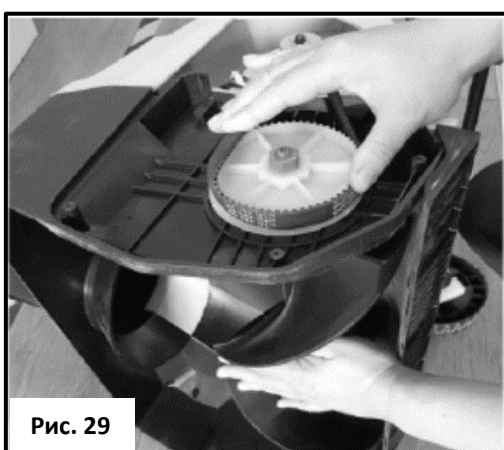

Рис. 29
- Удерживая ремень правой рукой, левой рукой поверните шкив вперед так, чтобы шкив шнека повернулся по часовой стрелке (см. рис. 29).